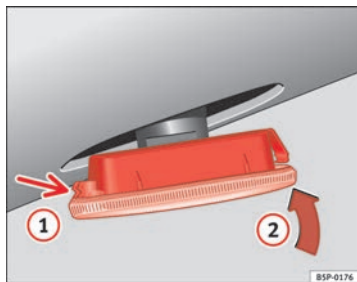

Fig. 174 Clignotant latéral
- Posez d'abord le clignotant dans le trou de la carrosserie, en emboîtant les languettes ⇒ fig. 174, flèche ①.
- Emboîtez l'ampoule du clignotant comme indiqué sur la flèche ② ⇒ fig. 174. ■